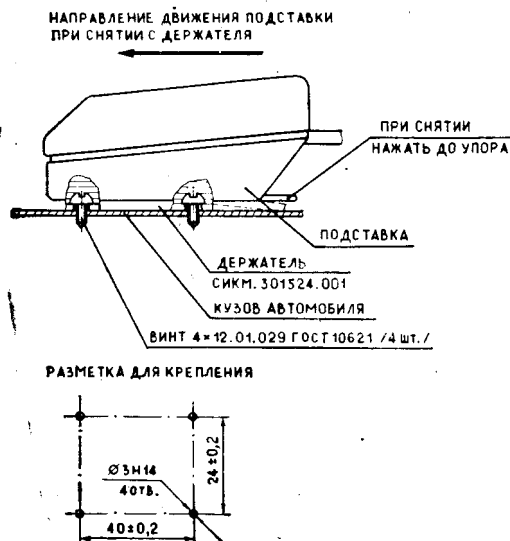
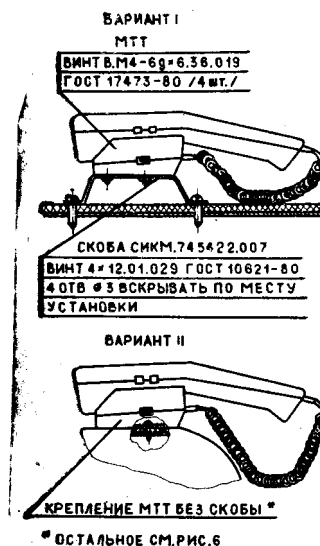

Рис. 6
Рис. 9
- ** Крепление МТТ см. рис. 6. Возможен вариант крепления по рис. 9 вариант I.